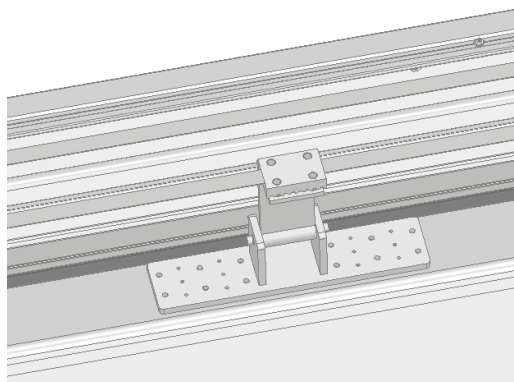

Fig. 10
- Fissare la leva del trascinatori al battente (Fig. 10).